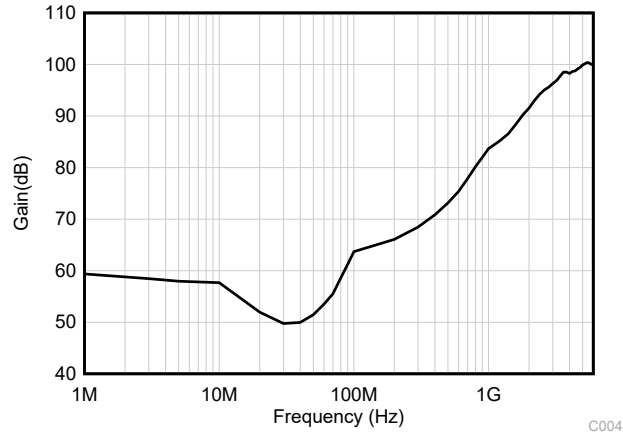

图 7-3. EMIRR 测试
TLV935x 采用集成电磁干扰 (EMI) 滤波来减少无线通信设备、混合使用模拟信号链和数字元件的高密度电路板等干扰源产生的 EMI 效应。通过电路设计技术可改进 EMI 抗扰度；TLV935x 受益于这些设计改进措施。德州仪器 (TI) 已经开发出在 10MHz 至 6GHz 扩展宽频谱范围内准确测量和量化运算放大器抗扰度的功能。图 7-3 显示了对 TLV935x 执行该测试的结果。表 7-1 显示了 TLV935x 在实际应用中常见特定频率下的 EMIRR IN+ 值。表 7-1 列出了可在下图所示的特定频率或其近似频率下运行的应用。运算放大器的 EMI 抑制比应用报告包含了与运算放大器相关的 EMIRR 性能主题，该报告可在 www.ti.com 上下载。